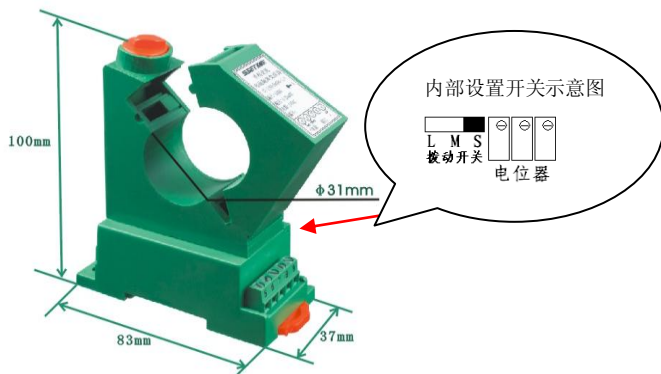
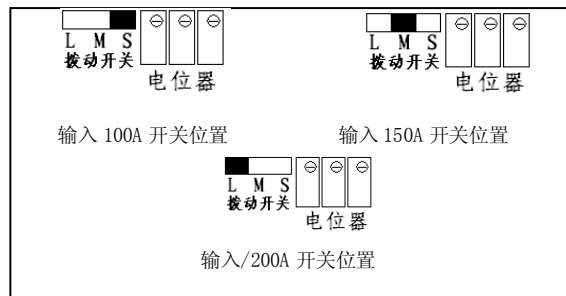

图 1 GS4 型外形
图 5 开关设置
打开产品外壳上的设置窗口 (如图 1), 内部有一个三档拨动开关, 开关拨至 S 位为最小量程, 开关拨至 M 位为中间量程, 开关拨至 L 位为最大量程。例: CE-IJ03-80GS4-1.0/200A 量程设置, 如图 5 所示, 开关拨至 S 位代表最小输入量程 100A, 开关拨至中间 M 位代表中间输入量程 150A, 开关拨至左端 L 位代表最大输入量程为 200A。其它量程设置方法类同, 详情参见下表。
- ① 把变送器固定卡槽一侧勾在安装导轨上;
- ② 向下牵动弹簧销 (如图 1 底端的红色弹簧销);
- ③ 使变送器卡口套在安装导轨上;
- ④ 松开弹簧销, 变送器即卡在导轨上。